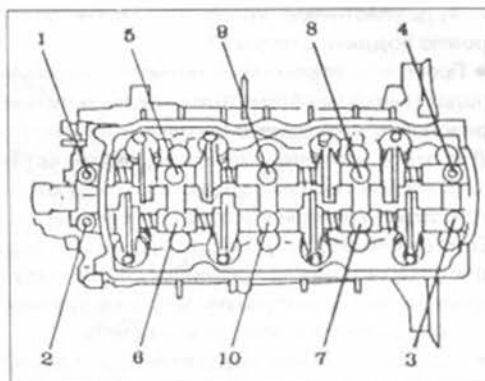

Рис. 26.
- Крепящие болты кронштейнов коромысла освободить за несколько приемов в порядке, указанном на рис. 26, и немного отвернуть, однако оставить в коромысле. Оба болта наружных кронштейнов с обеих сторон вытянуть как можно дальше, каждый захватить одной рукой и весь механизм коромысла вынуть из головки. Как следует из обоих рисунков, детали вынимают из головки по-разному. При 12 клапанах не вынимать гидравлические толкатели, это нужно делать лишь в случае необходимости. Вал отложить в сторону, если позже его нужно будет разобрать.